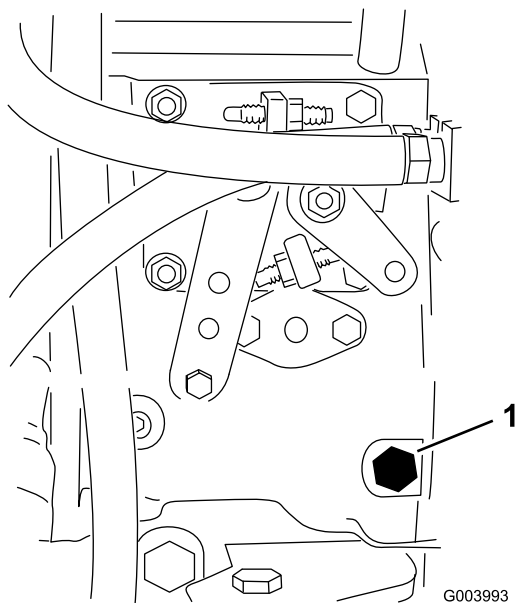

Figura 40
3. Abra el tornillo de purga de aire de la bomba de inyección de combustible (Figura 40) con una llave de 12 mm.